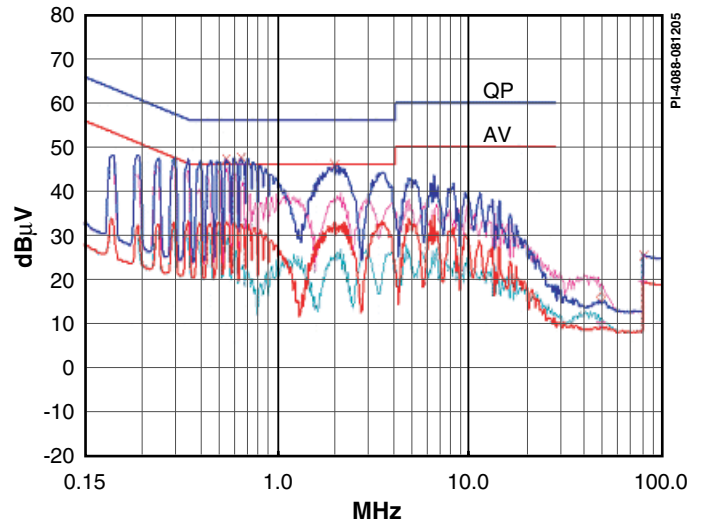

图2. 图1所示原理图的传导EMI - 背景图是在110 VAC输入时扫描；前景图是在230 VAC输入扫描
- 满足EN55022 B EMI限制，裕量>8 dB（见图2）